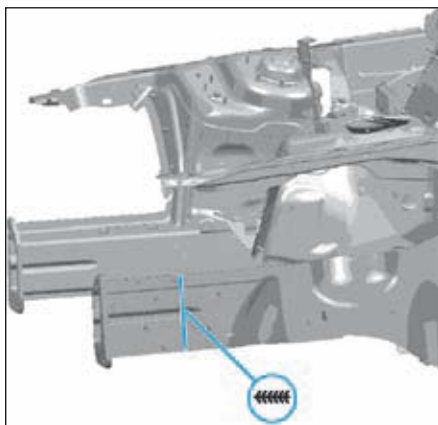
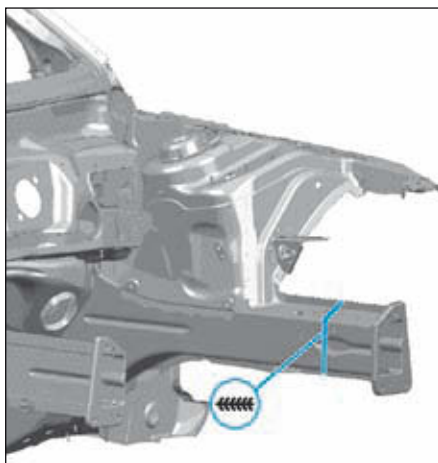

FIG.12
FIG.13
• Ajuster et souder l'élément neuf comme illustré (Fig.12) et (Fig.13).